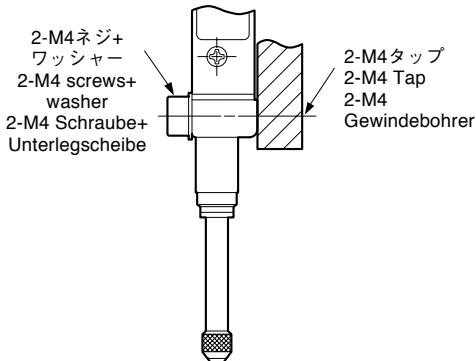

図4/Fig. 4/Abb. 4
- ・測長ユニットは、取付け用穴を使用して取付けてください。(図4, 5)
- Mount the measuring unit using the mounting holes. (Figs. 4 and 5)
- Verwenden Sie die Montagelöcher zum Befestigen des Messtasters. (Abb. 4 und 5)